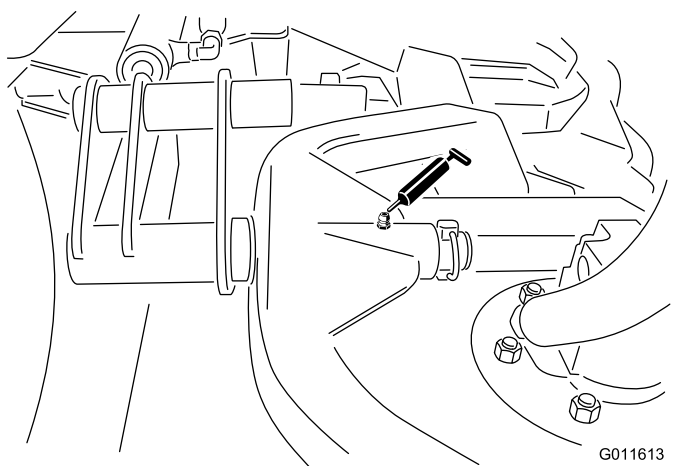

Figura 66
- Pivote del bastidor de tiro de la unidad de corte (1 en cada) – Figura 66